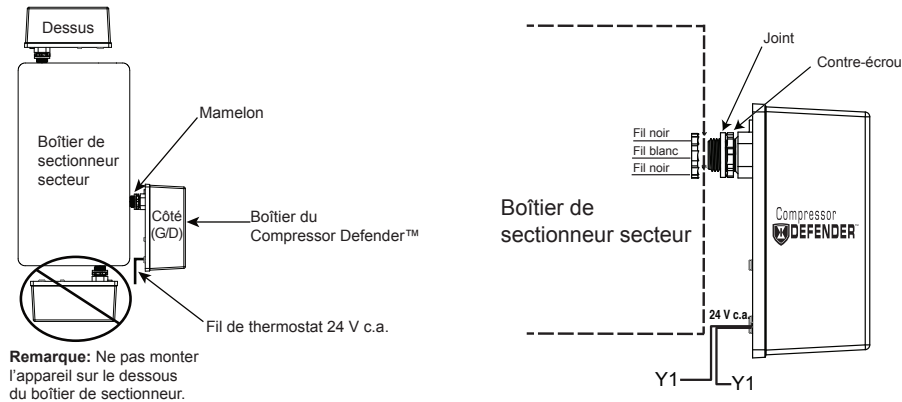

Figure 1. Pose du Compressor Defender™ sur un boîtier de sectionneur de courant secteur.
2. Monter le *Compressor Defender™* en veillant à placer le fil de 24 V c.a. en dessous du mamelon. Voir Figure 1.